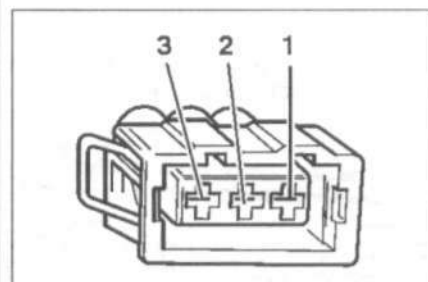

Рис. 7.51. Проверьте провод между тестером и разъемом на разрыв цепи.
- проверьте провод между тестером и разъемом на разрыв цепи: контакт 1 и гнездо 69, контакт 2 и гнездо 67, контакт 3 и гнездо 71 (рис. 7.51). Заданное значение: 1.5 Ом;